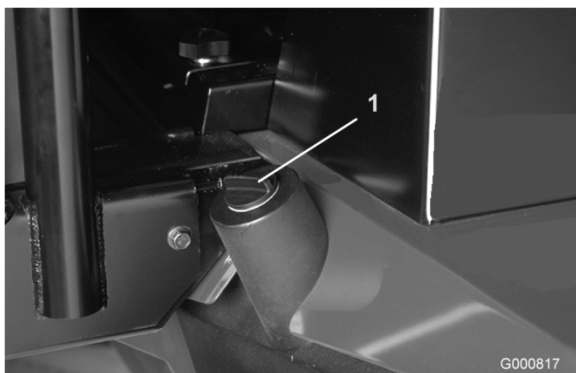

Figura 22
2. Limpe a zona em redor do tubo de enchimento e da tampa do depósito hidráulico (Figura 22). Retire a tampa do tubo de enchimento.